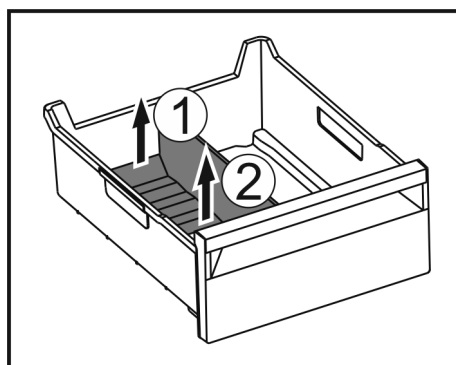

Fig. 146
- ▶ Повдигнете задната част на разделителя на отделението за лед. Fig. 146 (1)
- ▶ Извадете разделителя на отделението за лед нагоре. Fig. 146 (2)